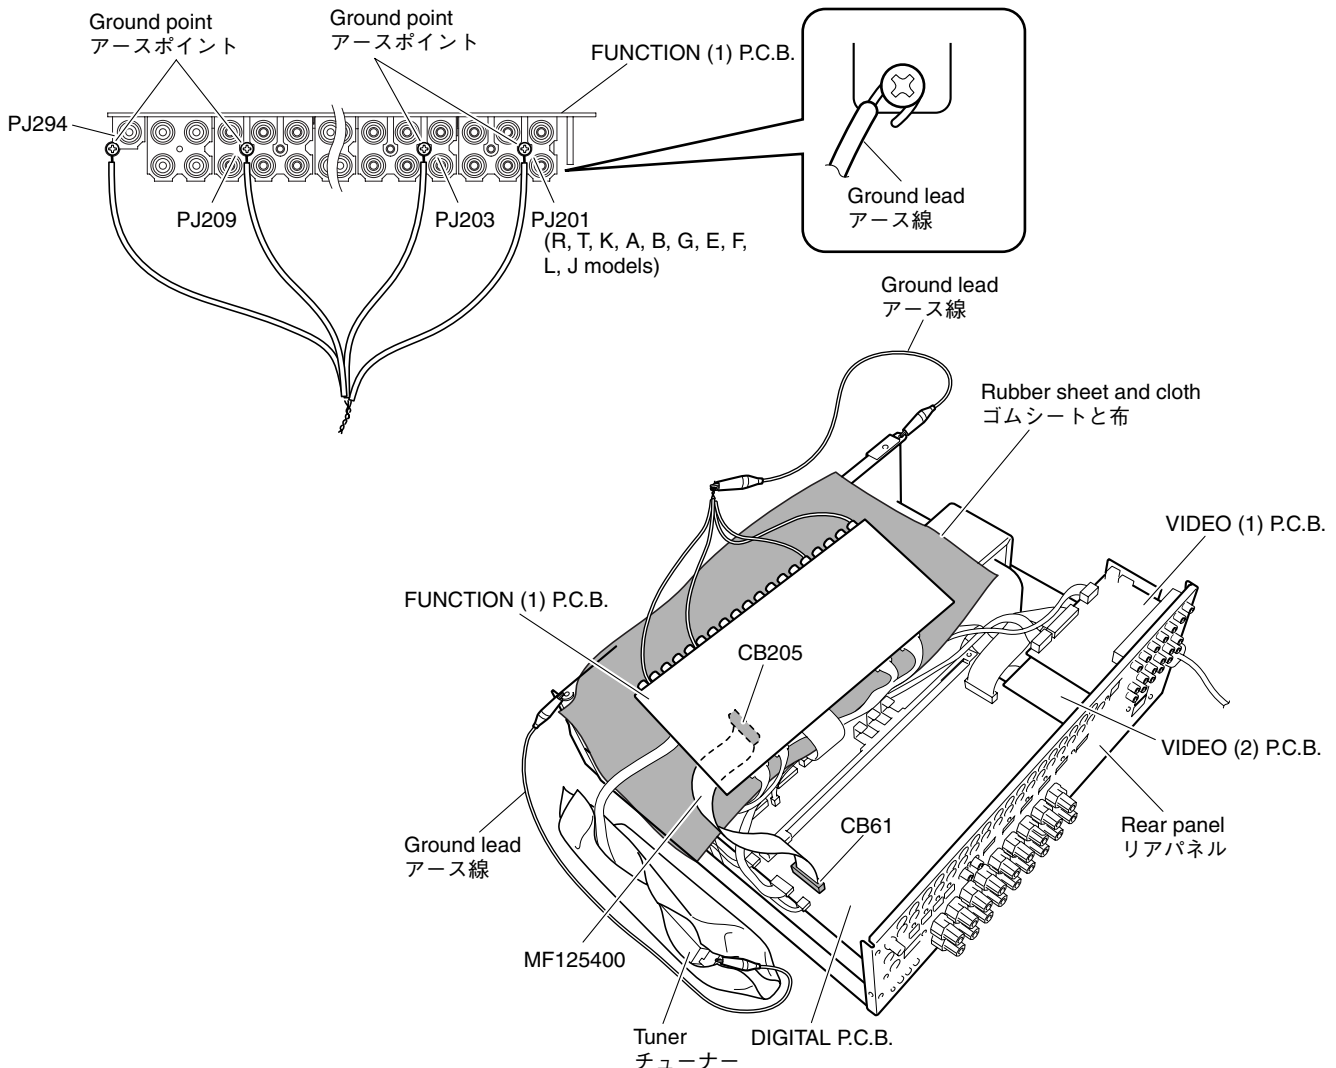

Fig. 10
- Put the rubber sheet and cloth over the equipment. Then place the FUNCTION(1) P.C.B. upside down on the cloth and check it. (Fig. 10)
- Be sure to use the extension cable for servicing for the following section. (Fig. 10)
- In this unit, the ground of P.C.B.s shown below is connected to the rear panel and chassis. When FUNCTION (1) P.C.B. is removed from the rear panel and chassis, connect the ground point to the rear panel or chassis, using a ground lead or the like. (Fig. 10)
- 本機の上にゴムシートと布を敷き、その上にFUNCTION(1)P.C.B.を裏返しに置いてチェックします。(Fig. 10)
- 次の区間は、サービス用延長ケーブルを使用してください。(Fig. 10)
FUNCTION(1)P.C.B.をリアパネルおよびシャーシより取り外した場合、リード線等でアースポイントをリアパネルまたはシャーシに接続してください。(Fig. 10)